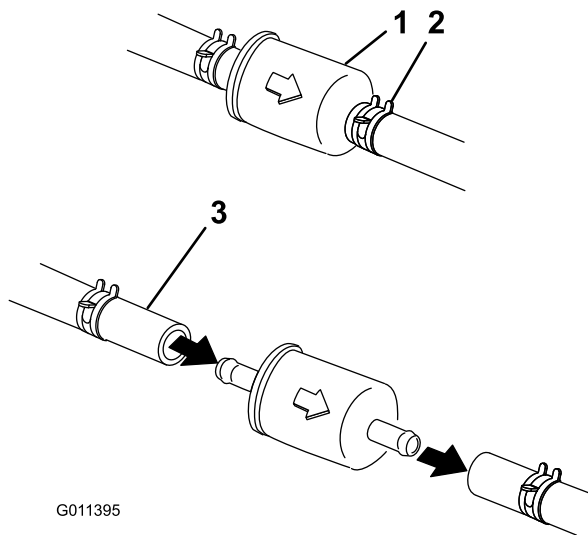

Bild 47
5. Drücken Sie die Enden der Schlauchklemmen zusammen und schieben Sie sie vom Filter weg (Bild 47).
7. Setzen Sie einen neuen Filter ein und schieben Sie die Schlauchklemmen an den Filter heran (Bild 47).